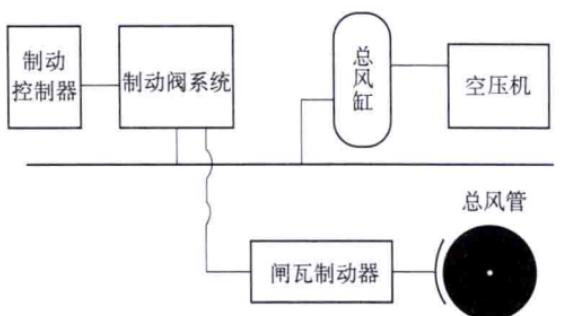

图 1-13 机车制动系统组成
10. 制动系统:机车减速或停车,需要制动,因此在每个车轮一侧安装了制动系统。制动系统是以压力空气为媒介,通过操纵制动控制器(也就是自、单阀),调节制动阀系统的开闭,改变制动缸压力进行制动和缓解的。所以,机车上配置了空气压缩机、总风缸、制动控制器、制动阀系统和闸瓦制动器。如图 1-13 所示。